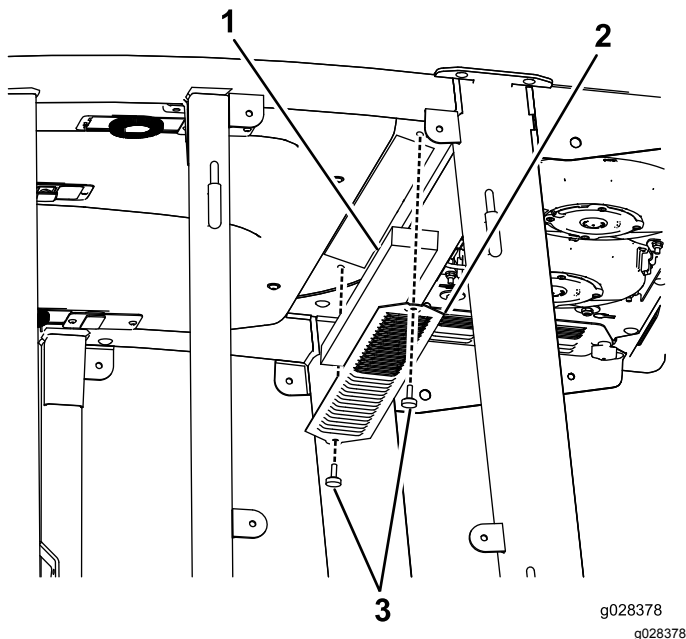
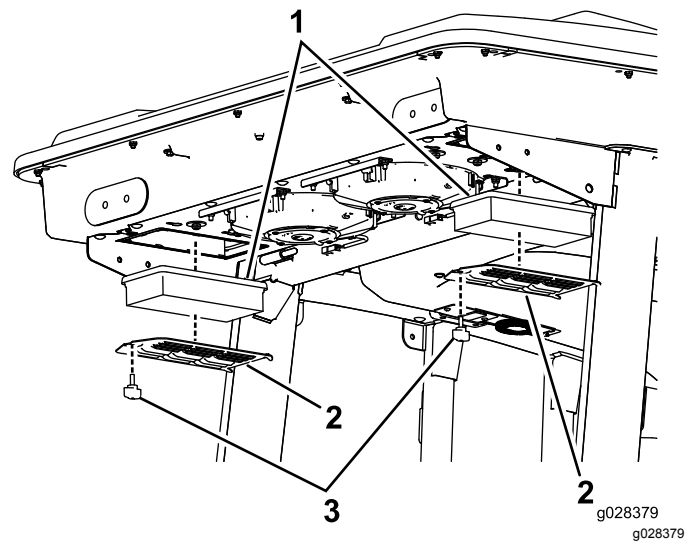
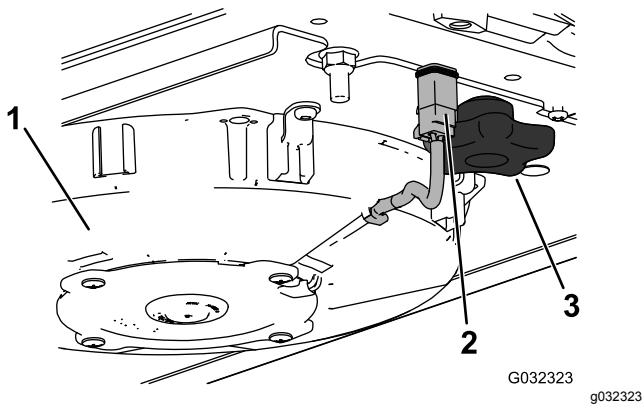
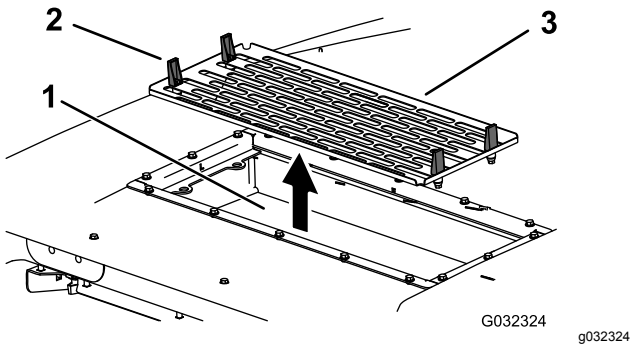

Figura 115
Figura 116
Figura 117
Figura 118
1. Retire los tornillos y las rejillas que cubren el filtro interior y el trasero de la cabina (Figura 115 y Figura 116).
5. Retire los filtros de aire (consulte **Figura 116**).
7. Instale los filtros de aire, la rejilla y el conjunto del ventilador (**Figura 116**, **Figura 117** y **Figura 118**).
8. Conecte el cable de cada ventilador (**Figura 117**).